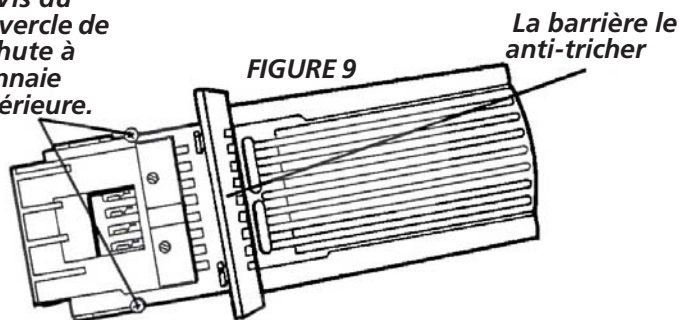

FIGURE 9
- Démontez les deux vis fixant le couvercle supérieur de la chute à monnaie. Retirez le couvercle (voir Figure 9).
(2) Vis du couvercle de la chute à monnaie supérieure.
Posez la glissière dans la chute à monnaie. La glissière ne peut être insérée que si la gâchette anti-vol dans la bride est poussée à gauche (voir Figure 9).